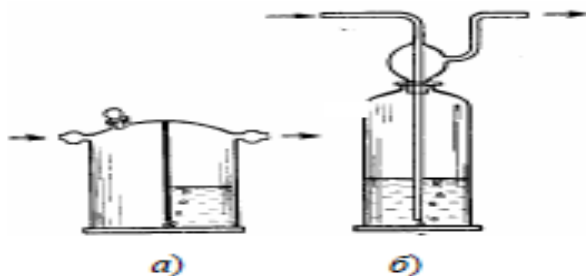

Рис. 2.3. Промывные склянки: *а* – склянка Тищенко; *б* – склянка Дрекселя
**Промывные склянки** применяются для осушки, очистки или улавливания некоторых газов. Наиболее часто используют склянки Тищенко и Дрекслея (рис. 2.3). Обычно они содержат серную кислоту или концентрированный раствор щелочи.